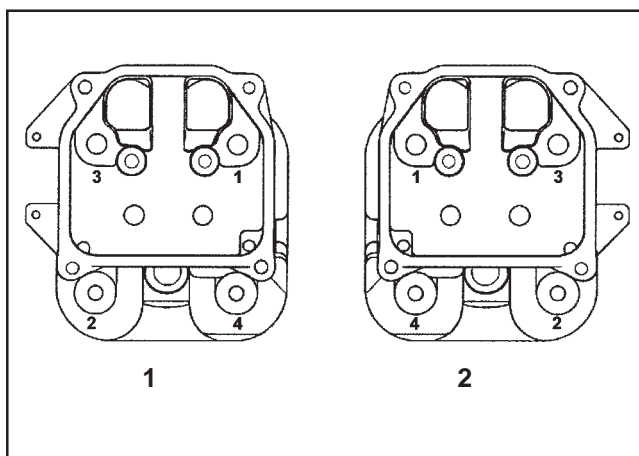

Figura 11-38. Sequenza di serraggio della testata.
4. Serrare le viti esagonali in due fasi: prima a **22,6 N-m (200 in. lb.)**, quindi a **41,8 N-m (370 in. lb.)**, seguendo la sequenza in Figura 11-38.
6. Lubrificare leggermente i filetti esposti (superiori) dei prigionieri con olio motore. Installare una rondella piana ed un dado esagonale su ogni prigioniero di montaggio. Serrare i dadi esagonali in due fasi: prima a **16,9 N·m (150 in. lb.)**, quindi a **33,9 N·m (300 in. lb.)**, seguendo la sequenza in Figura 11-38.